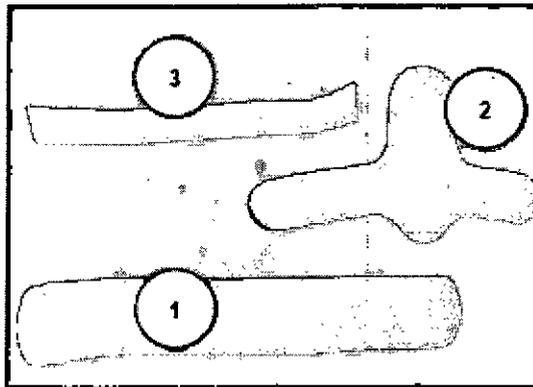

Fig. 2.9: Material Ortopédico de repuesto.
- Material ortopédico de repuesto (Fig. 2.9)